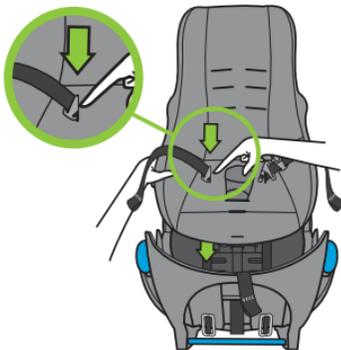

Figure 97
- Positionnez l'attache de poitrine de sorte que son extrémité soit alignée avec l'ouverture de la sangle de hanche et poussez l'attache de poitrine vers le bas à travers l'ouverture de la sangle de hanche dans la housse et la coque intérieures du porte-bébé, comme illustré à la **Figure 97**.